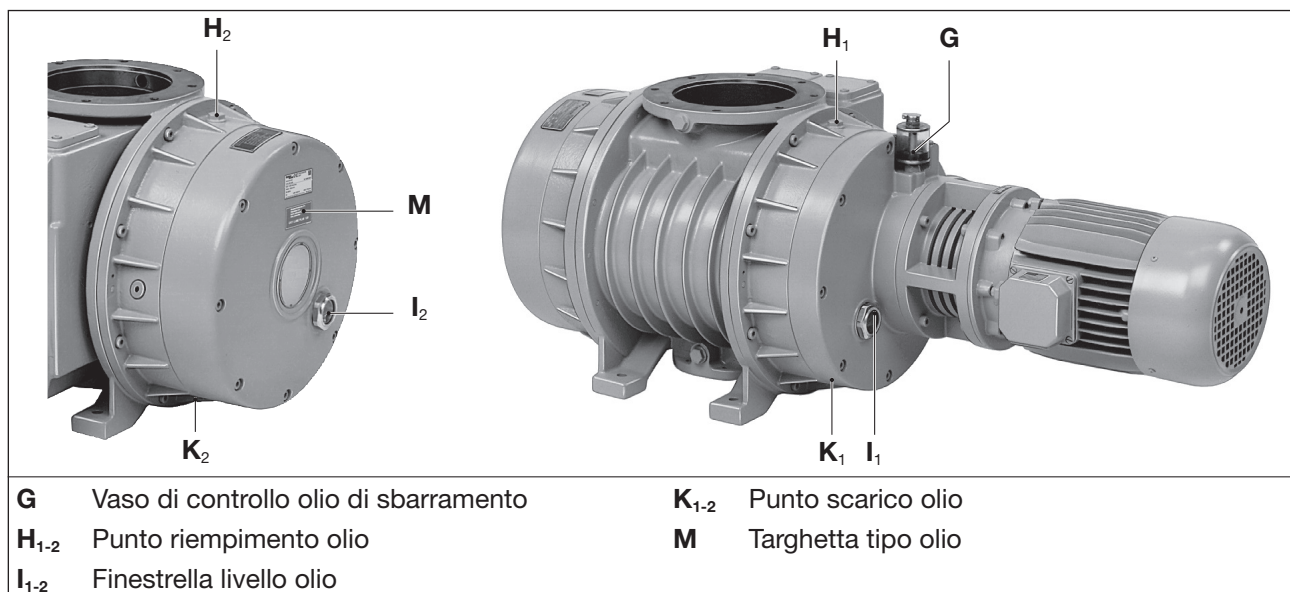

Fig. 8 Lubrificazione
La macchina deve essere fatta funzionare solo con il seguente mezzo di esercizio (olio Elmo Rietschle), vedi targhetta raccomandazione olio (Fig. 8/M) e Tab. 2 „Oli“ a pagina 35:
- b) Aprire il tappo dei due punti di riempimento dell'olio (Fig. 8/H₁, H₂) e rabboccare l'olio fino al centro delle spie dell'olio (Fig. 8/I₁, I₂).
- Aprire le vite di sfiato dei due punti di riempimento dell'olio (Fig. 8/H₁, H₂) e i due di scarico dell'olio (Fig. 8/K₁, K₂) e scaricare completamente l'olio esausto.
- Chiudere i punti di scarico dell'olio (Fig. 8/K₁, K₂) e riempire di olio nuovo attraverso i punti di riempimento dell'olio (Fig. 8/H₁, H₂).
- Controllare il livello dell'olio attraverso le spie dell'olio (Fig. 8/I₁, I₂).
- p) Chiudere il tappo a vite (Fig. 8/K₁).